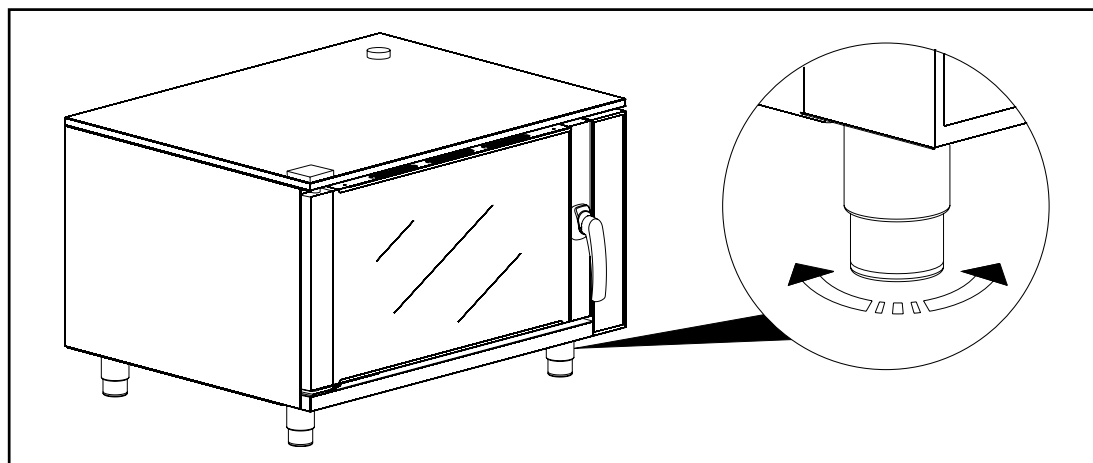

fig. 4
- c) Durante l'installazione su banco, provvedere alla messa in piano del forno agendo sui piedini regolabili (vedere la fig. 4)